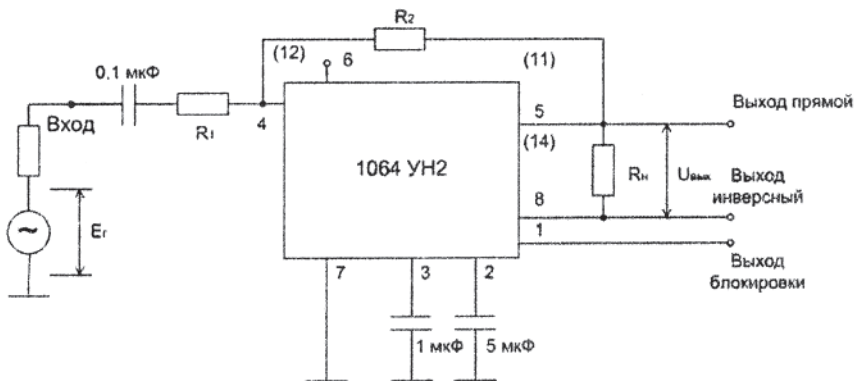

Рис. 13
1. Собрать схему исследования в соответствии с рис. 13.